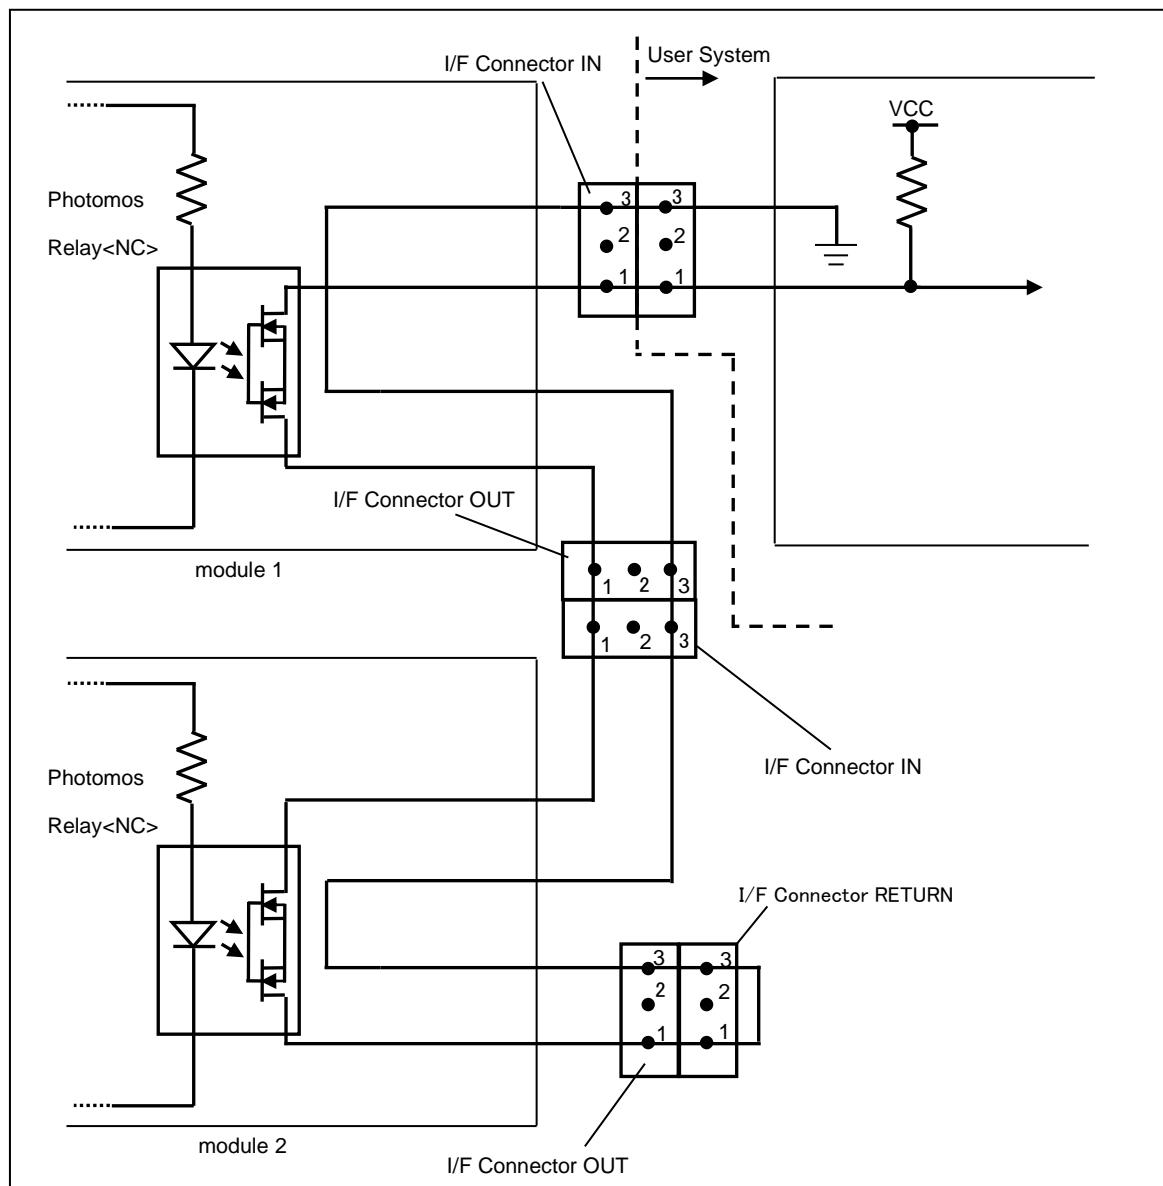

Figure 3-4. Schematic diagram of the how to detect the over voltage
("Figure 3-4."を参照)
*2 Please remove "I/F connector RETURN" when modules are connected to each other. But please don't remove the connector of folded part of signal line. (Refer to "Figure 3-4.")
複数のモジュールを連結する場合は、"Figure 3-4."のようにモジュール 1 とモジュール 2 の過電圧検知用コネクタを接続し、過電圧検知を行います。モジュールが 3 連結以上になった場合も、同様の方法により過電圧検知が可能です。
Please connect connectors for over voltage detection of one module and the other module as "Figure 3-4." when you connect 2 modules. Overvoltage detection circuit works in the same way when 3 or more modules are connected.